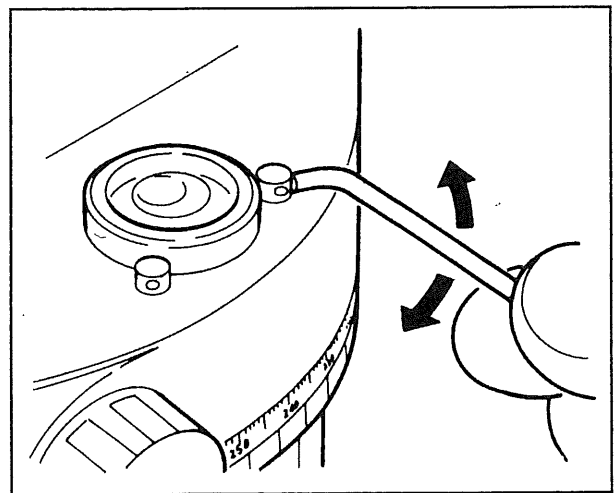

図8
- 2 次に、付属の調整ピンを用いて、2本の円形気泡管調整ねじを回し、気泡が中央に来るように調整します。(図8)